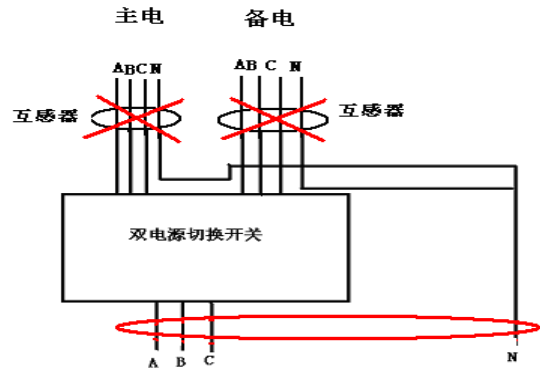

图 8 互感器应置于双电源开关的输出端
- 5) 含双电源切换开关的配电箱内的剩余电流式电气火灾监控探测器的互感器应置于双电源切换开关出线侧，如图 8。